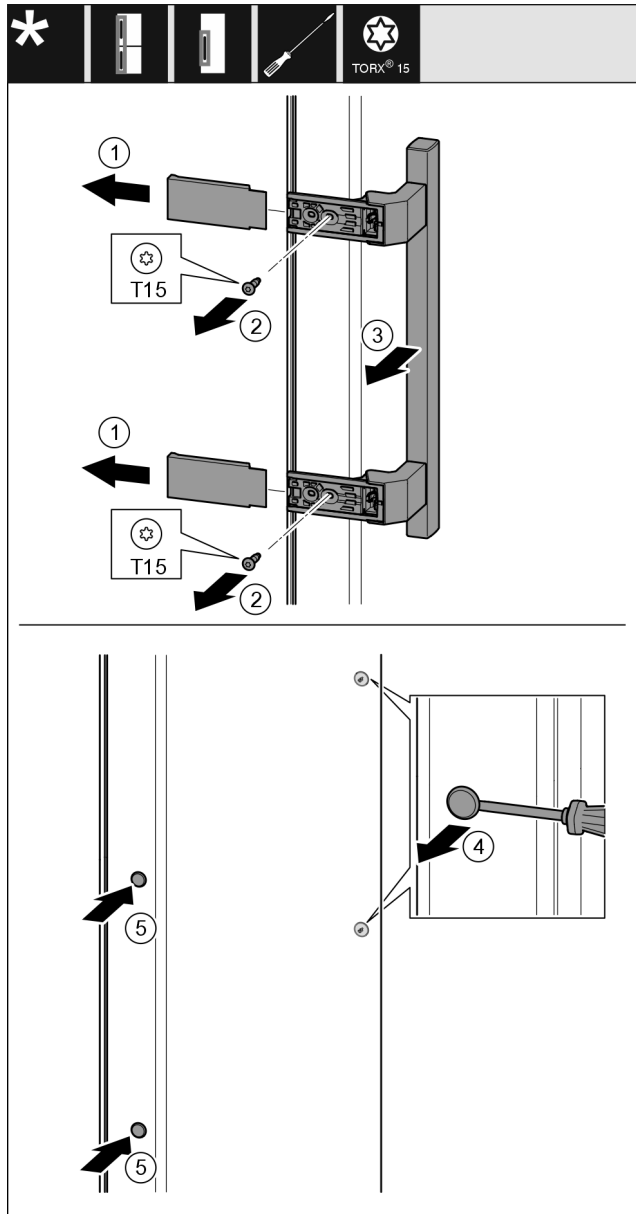

Fig. 20
- ▶ Afdekking Fig. 20 (1) wegtrekken.
- ▶ Schroeven Fig. 20 (2) met een schroevendraaier er uit draaien.
- ▶ Greep Fig. 20 (3) wegnemen.
- ▶ Til de zijplug voorzichtig Fig. 20 (4) op met een platte schroevendraaier en trek hem er uit.
- ▶ Plug Fig. 20 (5) aan de andere kant er weer insteken.